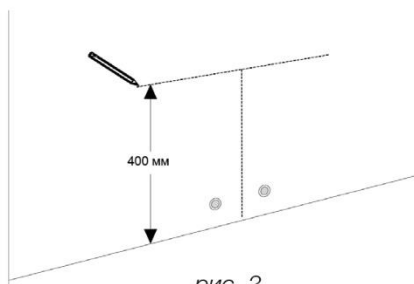

рис. 2
1. Определите центр трубы горячей и холодной воды, чтобы зафиксировать высоту корпуса биде (рекомендуемая высота 400 мм) (рис.2);